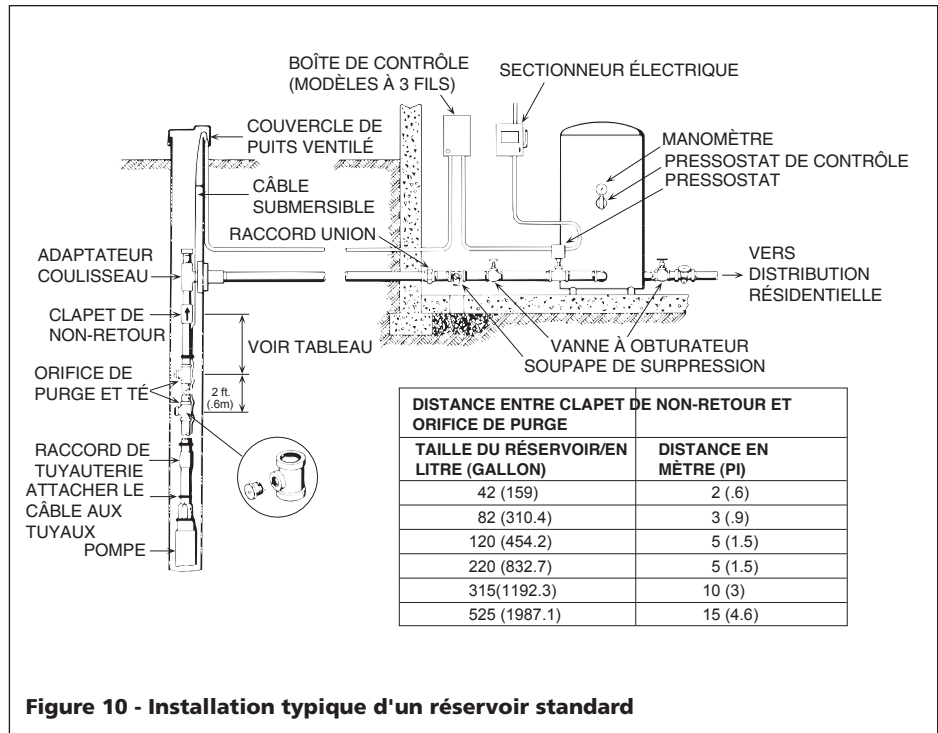

Figure 10 - Installation typique d'un réservoir standard
1. Si un réservoir hydropneumatique standard est utilisé, installer deux orifices de purge à une distance de 0,6 m. (2 pi) l'un de l'autre comme indiquée sur la Figure 10, en page 14-Fr. Ces orifices chargeront automatiquement le réservoir d'air. Voir Figure 10 pour une illustration de l'emplacement des orifices.
Voir Figure 10, en page 14-Fr, pour une illustration du raccordement de la tuyauterie à un réservoir de pression standard ainsi que de la distance entre les orifices de libération d'air et le réservoir.